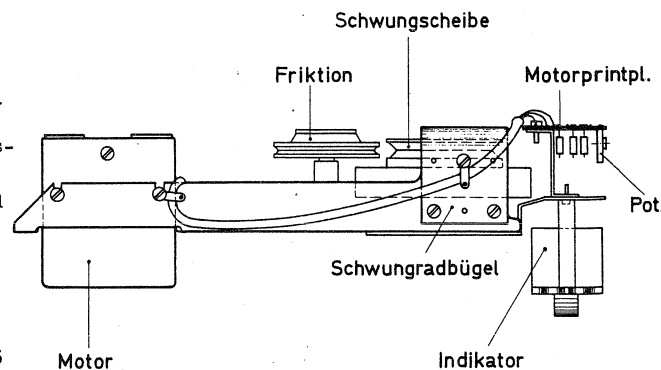

Abb. 1
- Die Motorprintplatte wird neben dem Schwungrad unter dem Aussteuerungsinstrument mit einer 2,6x5mm Schraube und Zahnscheibe mit der Halterung des Aussteuerungsinstrumentes festgeschraubt (s. Abb. 1).
- Unter einer der Schrauben des Schwungradbügels und einer Schraube der Motorabschirmung je eine Löt-fähne anbringen (s. Abb. 1).